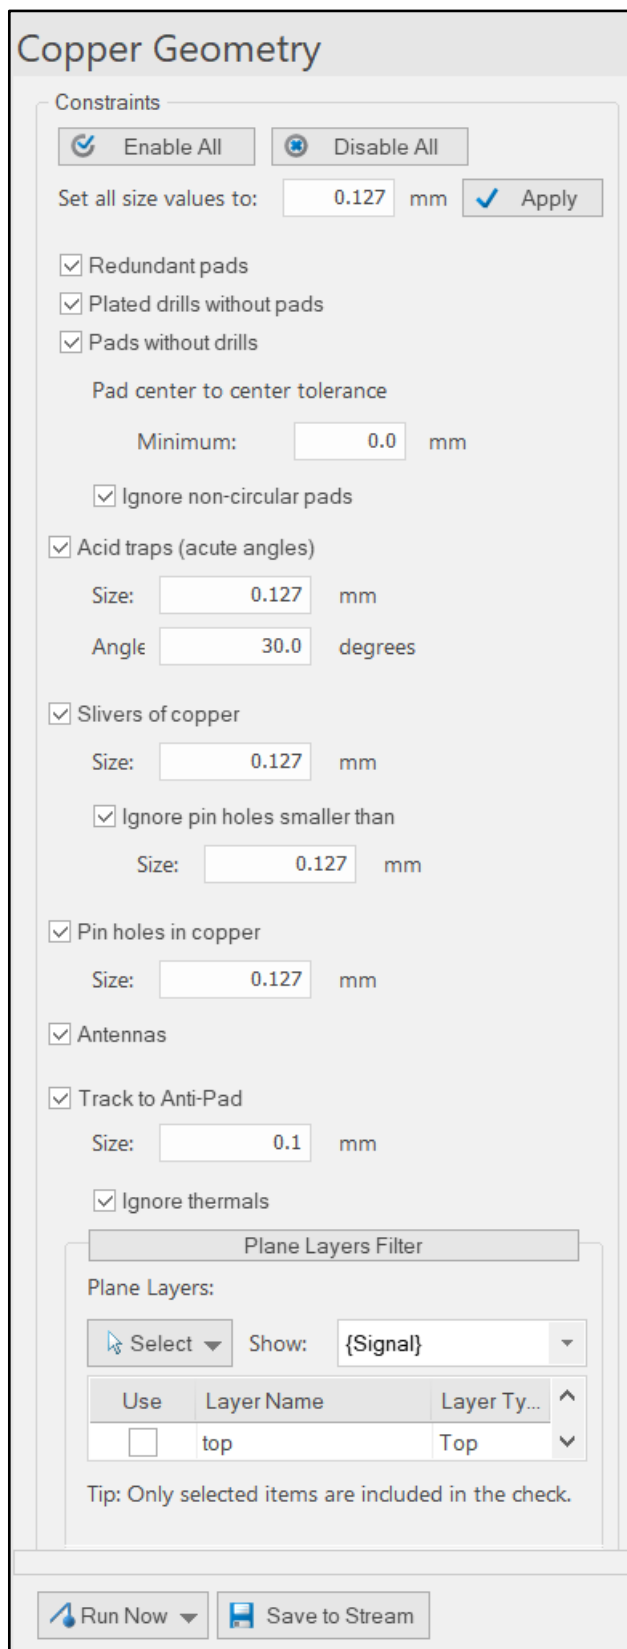

Рис. 30 Проверки в разделе Copper Geometry.
9. Инструмент  измеряет различные параметры проводящего рисунка, не описанные в предыдущих проверках (рис.30).